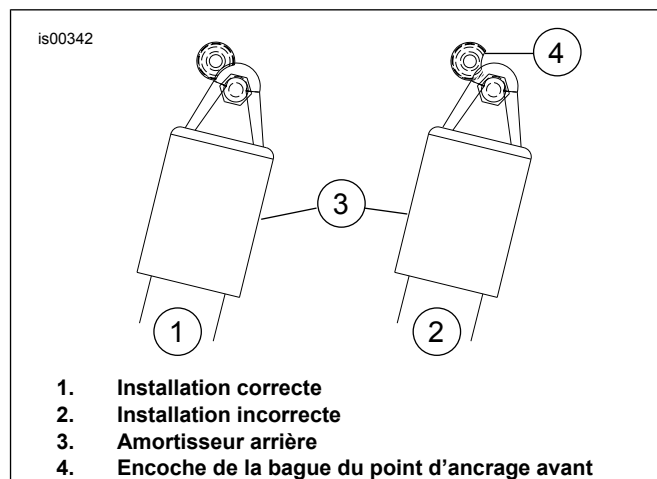

Figure 6. Emplacement de l'encoche du point d'ancrage
- Insérer la vis dans le plus petit trou du support (K) et le cache du support de garde-boue.
- Visser la vis dans l'écrou à souder dans le support de garde-boue (ou l'écrou (O) pour les modèles de 1994 à 1996).
- Voir Figure 6 . Tourner l'encoche de la bague (4) en position « correcte » (1).